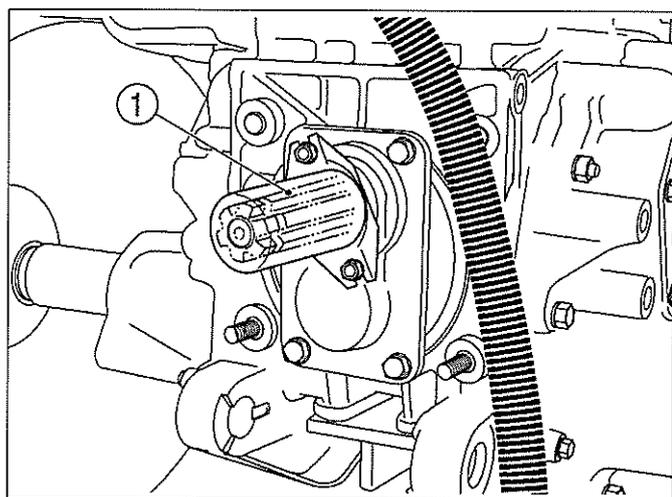

FIG. 29 / ABB. 29 / FIG. 29
FIG. 29 : Un arbre de prise de force à six cannelures 13/8" (35 mm) (1) est prévu à l'arrière du tracteur pour alimenter au besoin les équipements portés et autres équipements actionnés par la prise de force.